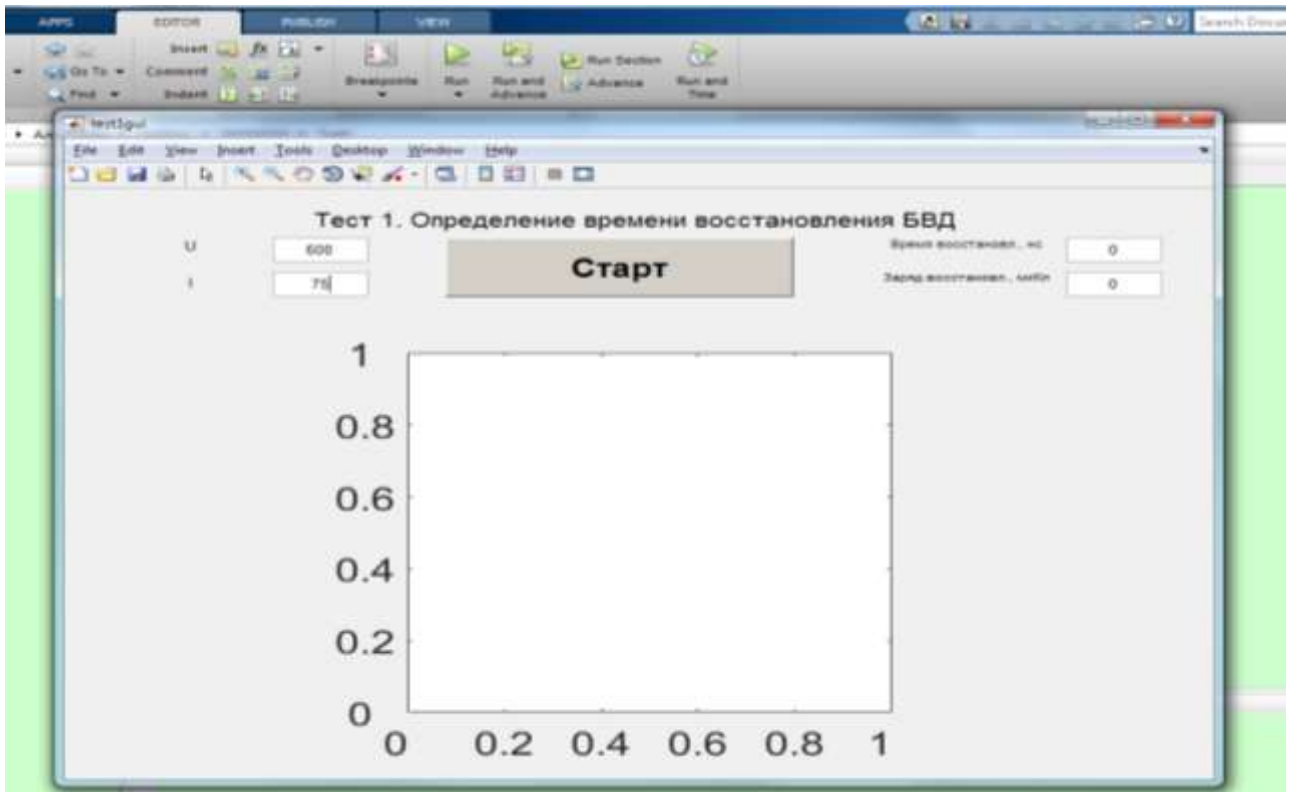
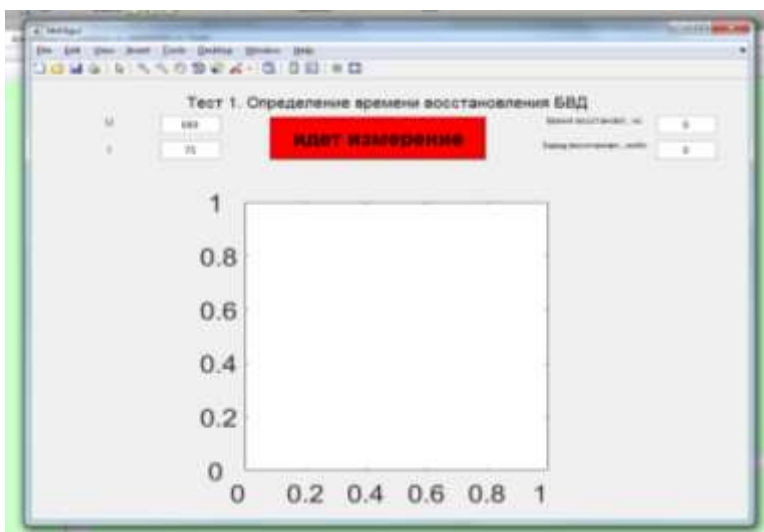

Рис. 13
Рис. 14
9.4. При выполнении измерений по программе **Test1** открываем соответствующую папку, запускаем по очереди все файлы и ждём появления на экране монитора окна с заглавием «Тест 1. Определение времени восстановления БВД» (рис. 13).
9.5. В окна, поименованные как U и I (рис. 13), следует ввести значения параметров эксперимента: обратного напряжения (в вольтах) и прямого тока (в амперах). Нажатие с помощью курсора кнопки «Старт» инициирует процесс измерения, выполнение которого сопровождается подсветкой соответствующей кнопки (см. рис. 14).